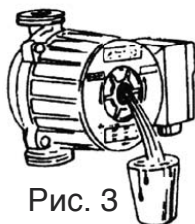

Рис. 3
- ◆ Если необходимо удалить воздух из электродвигателя, медленно отворачивайте крышку выпуска воздуха и дайте жидкости вытечь в течение нескольких секунд (рис. 3).